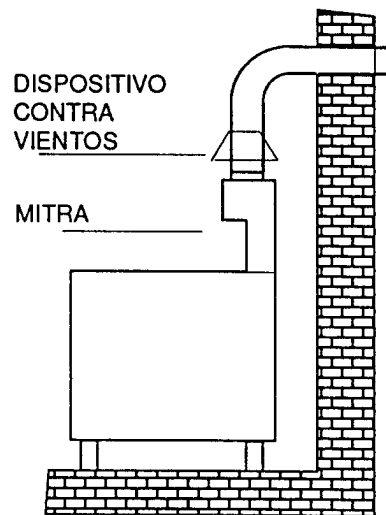

Fig. 2
- Aparatos a gas de tipo B previstos para ser conectados con un conducto natural para la evacuación de los productos de la combustión, por ejemplo para ser conectados a una chimenea con tiraje natural de eficiencia cierta, o para descargar los productos de la combustión directamente al exterior (fig.2); o conectados con un sistema de descarga forzada, por ejemplo una campana equipada con aspirador mecánico.